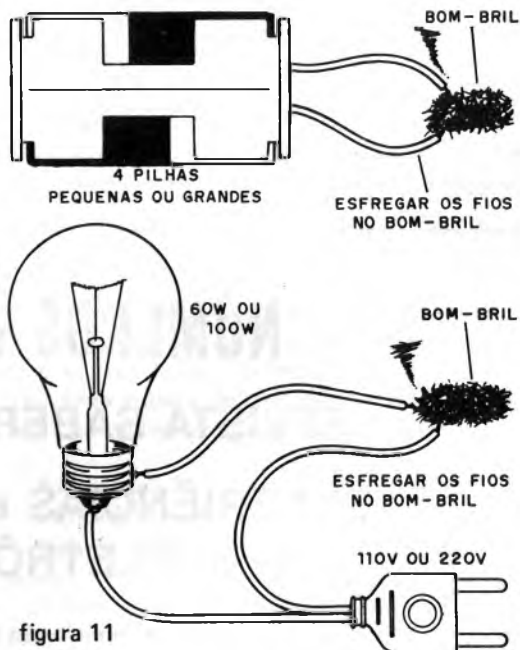

figura 11
- 1 suporte com 4 pilhas ou então o circuito da figura 11 com lâmpada de 100W.